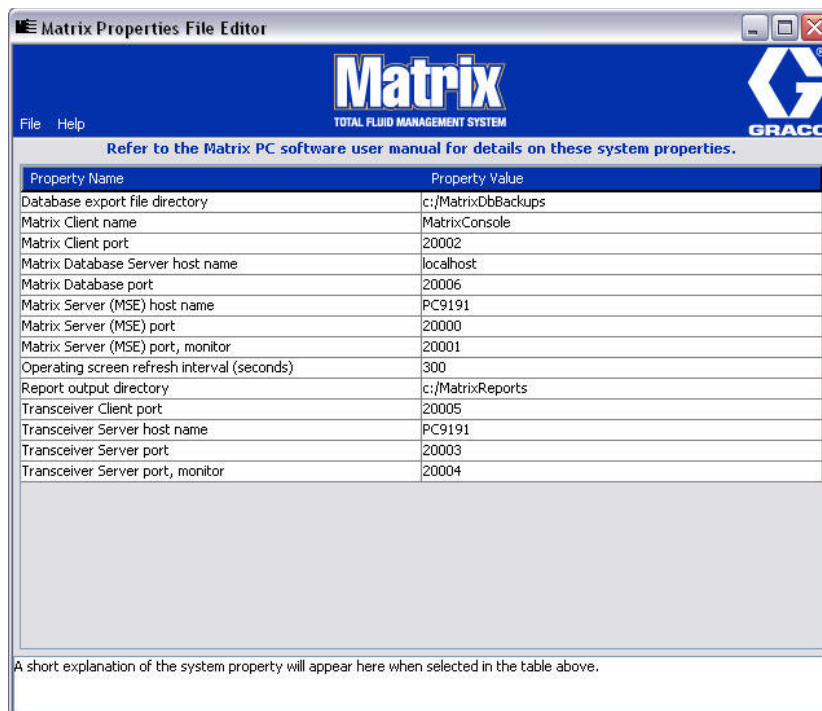

FIG. 23
2. L'éditeur apparaît comme une liste à deux colonnes de propriétés du système, avec les noms de propriété à gauche et leurs valeurs modifiables à droite (FIG. 23). Lorsque vous sélectionnez une propriété en cliquant dessus, le panneau du bas de l'écran affiche les informations de base sur cette propriété.